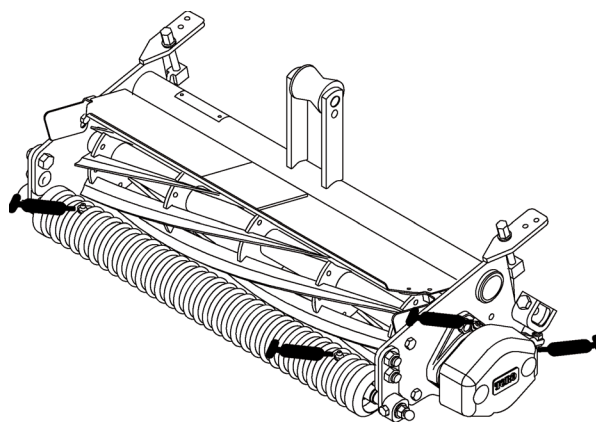

Fig. 6
1. Posizione e numero di raccordi per ingrassaggio: perno della controlama (1), cuscinetti del cilindro (2), e rulli anteriore e posteriore (2 cad.) (Fig. 6).